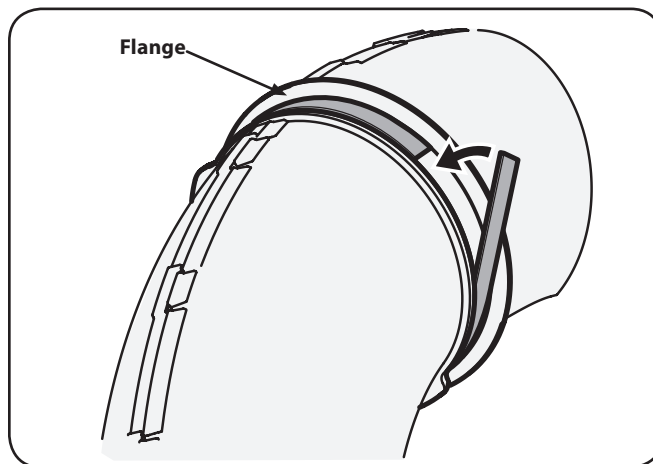

Figure 4-24
14. Épluchez le dégagement de la bande de mousse auto-adhésives (721-04388) qui a été inclus avec votre collecteur d'herbe. Appliquez-le sur le plateau supérieur, à égalité contre la bride comme indiqué sur la Figure 4-24.